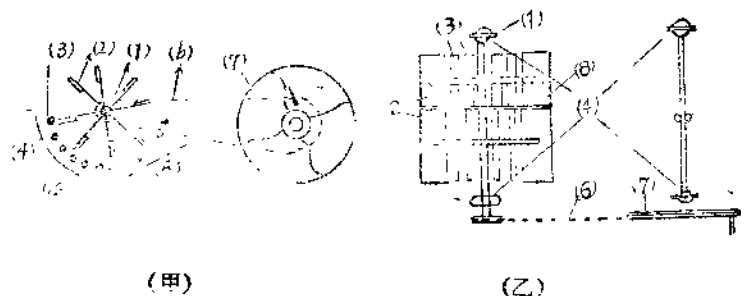

图5 破碎机构
- 图 5 风扇部分安装图
2. 破碎机构 破碎原理以上已經講过。其构造并不复杂，它是用手搖動的（图5）。手輪通过鏈子（6）傳到括板軸使括板轉动，在轉动过程中把橡子打碎通过（4、5）二块
擋板使打碎后的壳仁都通过（12）口漏下，以使风力分离（見图5-甲）图（5-乙）中的（4）是球面滾球軸承，以减少轉动的阻力。这里对应於漏斗中的分級，在破碎机构中的滾子（3）是一头粗一头細的圓鉄棒（参見图5-乙）。为了防止括板在轉动过程中小橡子也要从大的破碎部分跑出，因此还装一块圓的擋板（8），随着軸一起轉动。